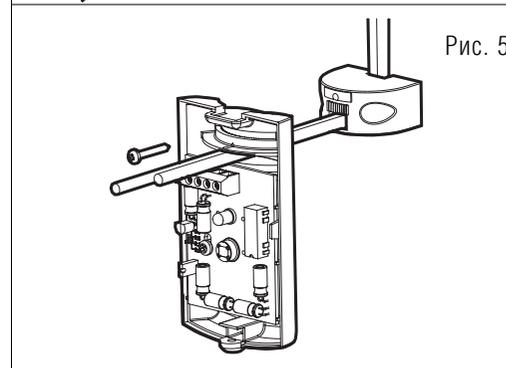

Рис. 5
4. Ввести провода через паз основания и закрепить основание шурупом (7) на кронштейне под выбранным углом в горизонтальной плоскости (рис. 5).